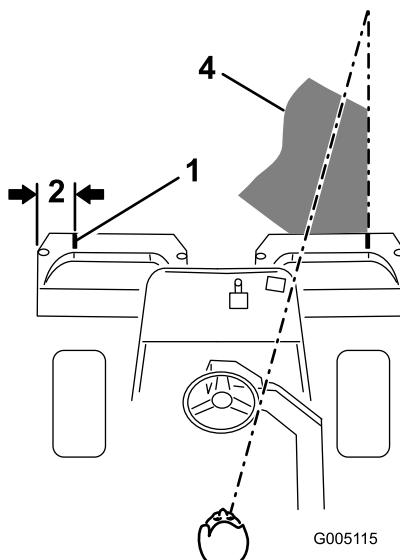
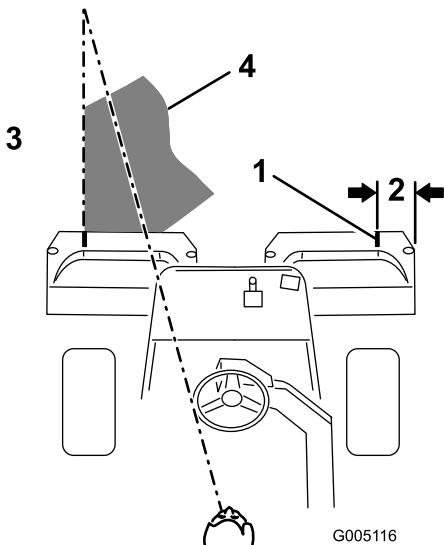

Figura 33
Figura 34
- Coloque uma fita branca ou pinte um tira em cada um dos cestos, paralelamente à extremidade exterior de cada cesto (Figura 33).
- Sobreponha uma quantidade mínima com o corte anterior nas passagens adicionais. Para cortar em linha recta ao longo do relvado e de modo a conseguir manter uma distância equitativa entre a extremidade da zona de corte anterior, estabeleça uma linha imaginária de aproximadamente 1,8 a 3 metros à frente da máquina até a extremidade da zona por cortar (Figura 33 e Figura 34). Alguns utilizadores acham útil incluir a borda exterior da roda motriz na linha imaginária; por exemplo, mantenha a extremidade da roda motriz alinhada com um ponto que se mantém sempre à mesma distância da dianteira da máquina (Figura 33 e Figura 34).